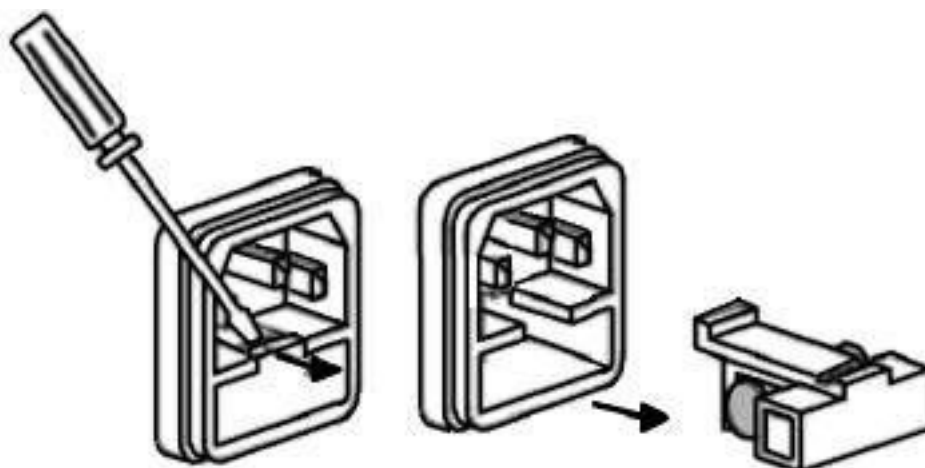

Figure 4.8 Extraction du fusible
Étape 2 : Insérez un petit tournevis à tête plate dans la fente de la boîte à fusibles pour la faire glisser vers l'extérieur, comme illustré sur la figure 4.8.